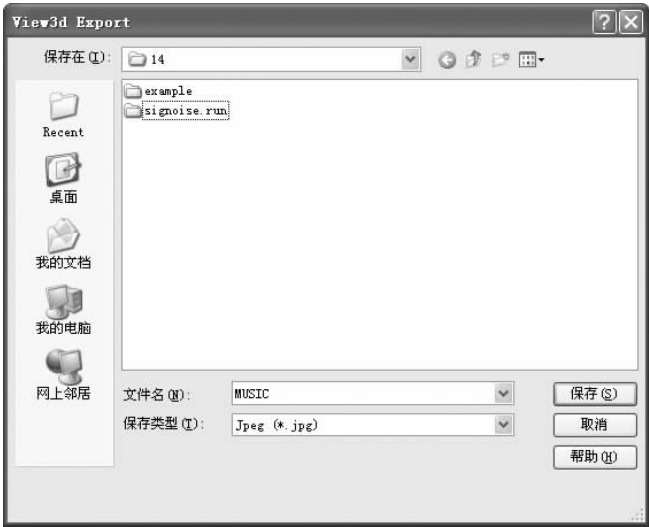

图 12-95 PCB 板 3D 效果图
2) 选择菜单栏中的“Files (文件)”→“Export Image (输出图片)”命令, 则系统以图片的形式输出该 PCB 的效果图, 输入图片名称“MUSIC”, 如图 12-95 所示, 单击  按钮, 保存图片文件。